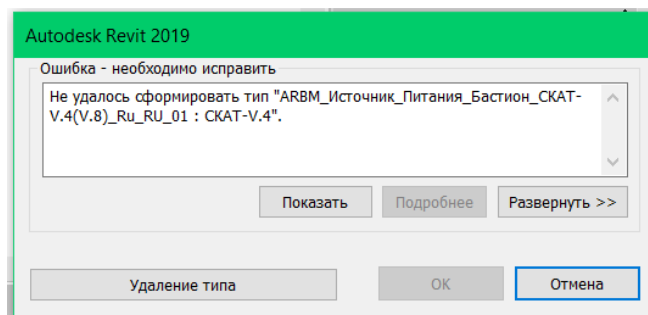

Рис. 3. Ошибка при смещении УГО на радиус более 1000 мм, относительно точки вставки семейства.
5. **ВАЖНО для корректной работы семейства:** Радиус смещения УГО относительно точки вставки семейства должен быть не более 1000 мм, иначе возникнет ошибка, см. рис. 3.